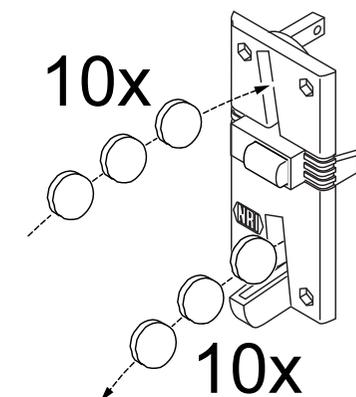

Fig. 40
- b) positionnez ensuite S2-7 pièce canal 6 (TM) sur ON
2. Introduire au moins 10x un jeton (Fig. 40). (pas 10x le même jeton). Après introduction des 10 pièces, tirez complètement une fois sur l'annulation de blocage (interne).